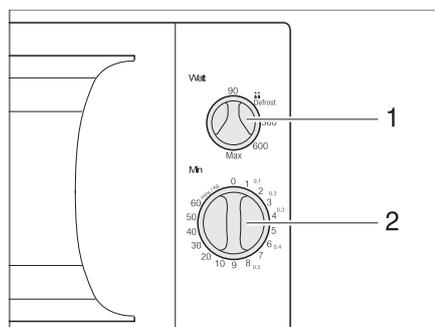

Bild 141 Bedienelemente für Mikrowellengerät
- Am Drehregler (Bild 141,1) Leistung wählen.
- Am Drehregler (Bild 141,2) Garzeit wählen. Der Garvorgang beginnt.